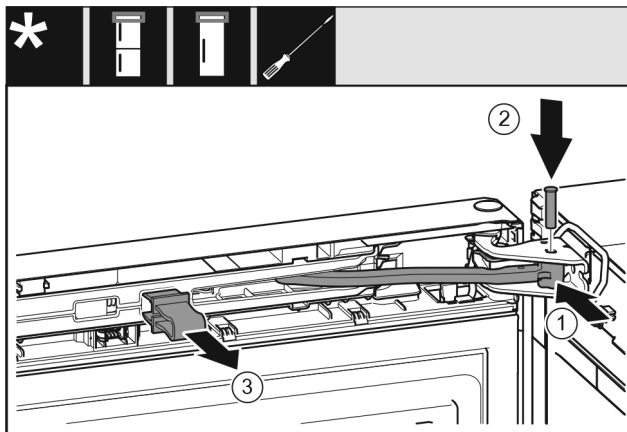

Fig. 21
- ▶ Przegub obrócić w płytce zawiasu. Fig. 21 (1)
- ▶ Sworzeń umieścić w płytce zawiasu i przegubie. Przy tym zwrócić uwagę, aby krzywka zatrząskowa została prawidłowo umieszczona w rowku. Fig. 21 (2)
- ▶ Zdjąć zabezpieczenie. Fig. 21 (3)